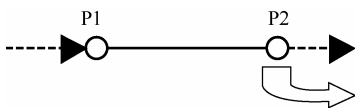

图 1-11 示教点的运动方式
- (1) 示教点位置 P1、P2（坐标数据）。
- (2) 由前一点 P1 向该示教点 P2 移动的速度。
- (3) 机器人在示教点的操作（次序指令）。
- (4) 向示教点移动的运动方式（直线），如图 1-11 所示。